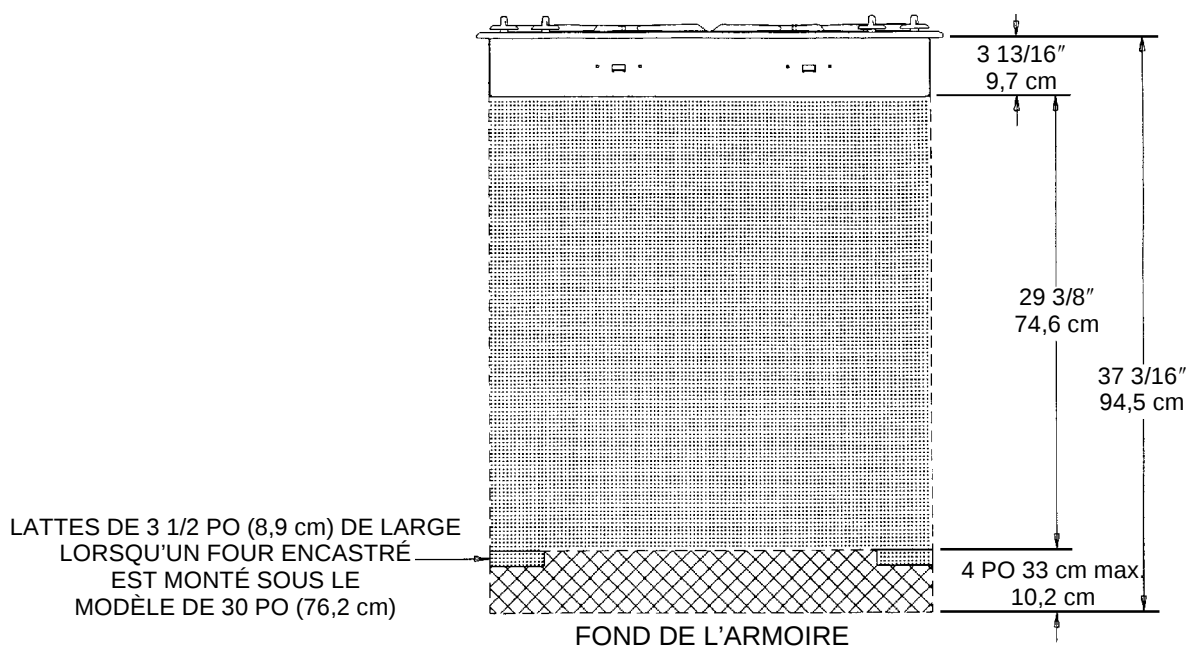

FIGURE 6
REMARQUE 1 : La pose de cet appareil et son raccordement au gaz et à l'électricité doivent être effectués avant la pose du four. Voir les illustrations (Informations sur le câblage électrique, page 7, figure 6) pour l'emplacement recommandé pour le raccordement à l'alimentation électrique.
Cet appareil est équipé d'un cordon d'alimentation avec raccordement à la terre. Il doit être branché dans une prise de courant reliée à la terre. Il est recommandé, pour plus de facilité, que la prise soit placée (en référence à la figure 6) tel qu'indiqué en A ou B ci-dessous :
- A. Si aucun autre appareil ne doit être posé sous cette plaque de cuisson dans le périmètre de la partie ombrée ou de la partie hachurée indiquée à la figure 6.
- 1. dans la partie hachurée indiquée à la figure 6 ou
Si un four encastré doit être posé sous cet appareil et que la prise de l'appareil monté sur le comptoir doit être posée dans la partie hachurée indiquée à la figure 6 :